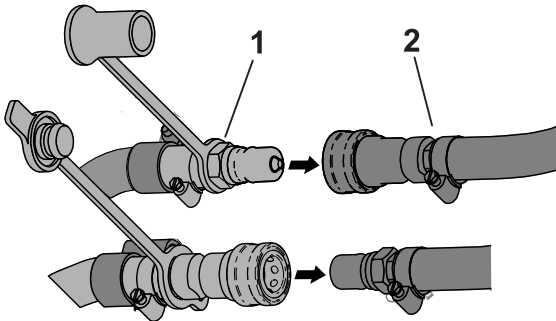

Figura 34
2. Desconecte las mangueras del calentador (Figura 34).
3. Tape las mangueras del calentador con los tapones guardapolvo (Figura 34).